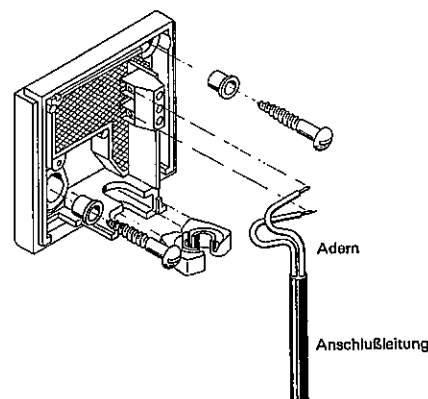

Abb. 23
2. Die Kunststoffülle in die Bohrung im Sockel stecken (in beiden Bohrungen müssen die Kunststoffüllen eingesteckt sein). Den Sockel mit den beiden Schrauben so an der Wand befestigen, daß die Leitungseinführung nach unten zeigt (Abb. 23).
3. Die Leitungstülle auf die Leitung stecken und in den Sockel schieben. Die Leitung an die beiden Anschlußklemmen anschließen. Die Adern sind vertauschbar (Abb. 23).